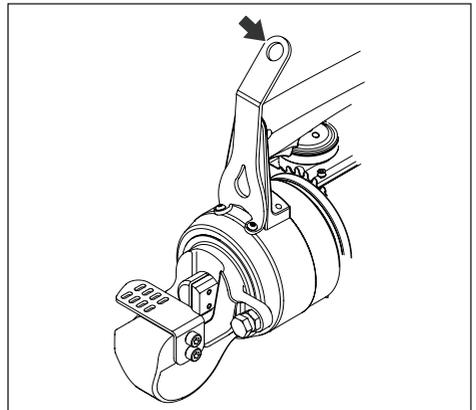

Figura 6, Lengüeta de elevación (accesorio opcional)
- Si es necesario levantar o apoyar el cortabarras con recursos mecánicos, utilice solo la lengüeta de elevación incluida en el kit de la lengüeta de elevación de Enerpac. Véase Figura 6. Este accesorio opcional puede pedirse en un distribuidor autorizado de Enerpac si no se había pedido junto con el cortabarras. Utilice siempre un equipo de elevación de suficiente capacidad.